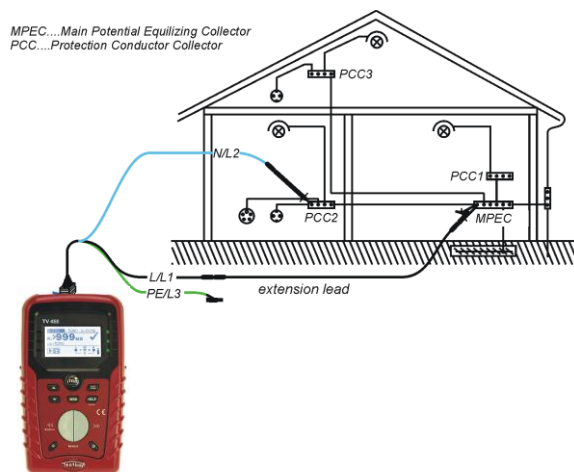

Bild 5.9: Anschluss des Universal-Prüfkabels mit optionaler Verlängerungsleitung
- ❑ **Schließen** Sie die Prüfleitungen an der entsprechenden Schutzerde-Verdrahtung an (siehe Bild 5.9).